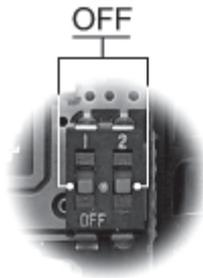

Рисунок 1
- Загрузите параметры для контроллера на ключ (UPLOAD (ВЫГРУЗИТЬ) – Рисунок 1).